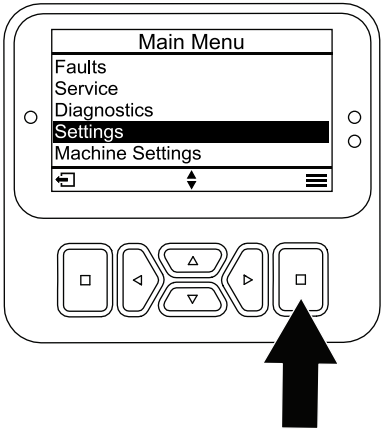

Figure 29
1. Depuis le MENU PRINCIPAL, naviguez jusqu'au menu RÉGLAGES et appuyez sur le bouton de sélection (Figure 29).